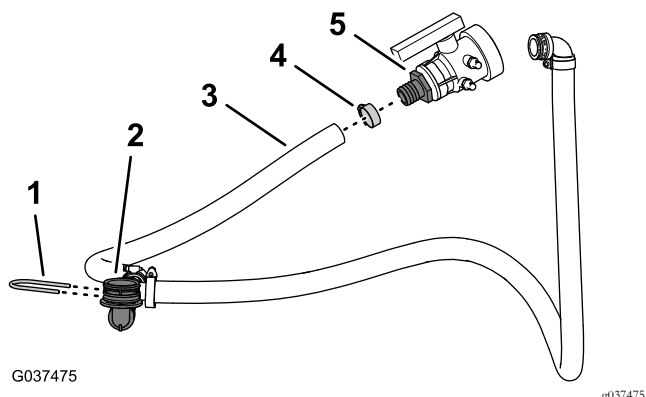

Figura 31
6. Retire a braçadeira de tubo que prende a união estriada da válvula de drenagem ao tubo de drenagem e retire a união da tubagem (Figura 31).